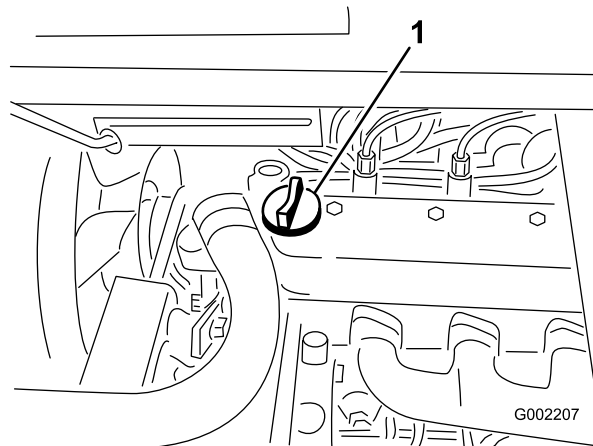

Figura 19
3. Se o nível de óleo estiver baixo, deverá retirar a tampa de enchimento da cobertura da válvula (Figura 19) e deitar óleo na abertura até que o nível suba até à marca "Full" (Cheio) da vareta; consultar a secção Manutenção do óleo do motor, acerca do tipo e viscosidade do óleo. Adicione o óleo lentamente e verifique o nível com alguma frequência durante o procedimento. Não encha demasiado.